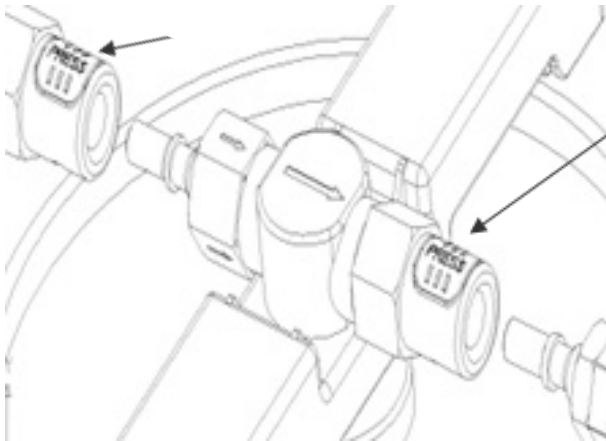

Abb.9
3. Trennen Sie die Verbindung zur CO₂-Patrone und ziehen Sie den Bierschlauch heraus, indem Sie auf den weißen Entriegelungsknopf drücken (Abb. 9). Leichter gelingt dies, wenn Sie währenddessen die beiden Verbindungselemente ein wenig zusammendrücken.